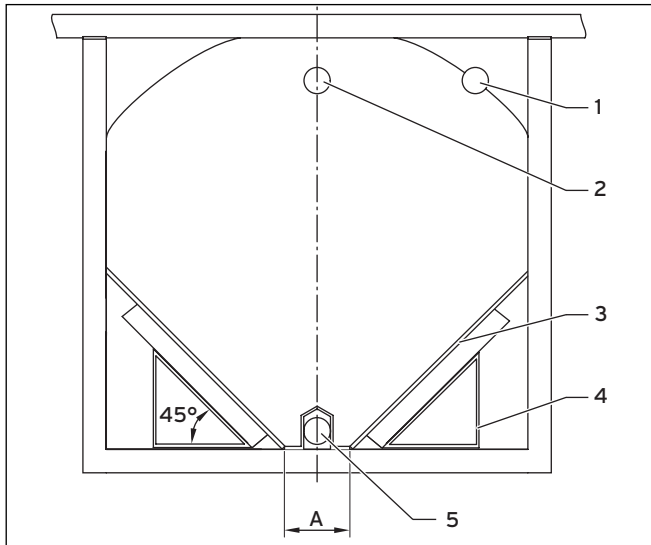

Fig. 4.1 Sección transversal del depósito de pellets
- Coloque el alojamiento de la pieza final con la descarga de presión centrado entre ambas rampas (→ Fig. 4.1, Pos. A).